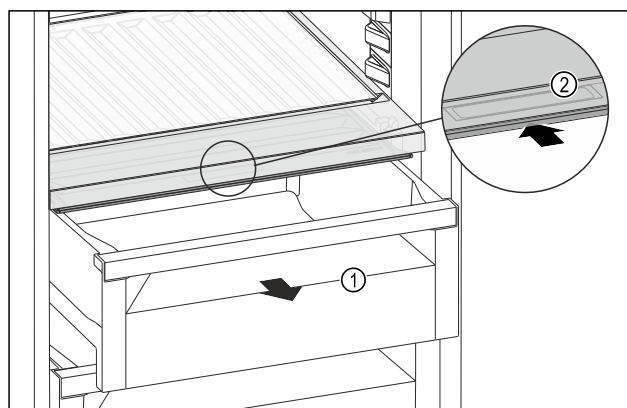

Fig. 156
- ▶ Zásuvku Fig. 156 (1) vytáhněte.
- ▶ Uchopte prohlubeň pro rukojeť Fig. 156 (2) na víku zásuvky a současně zasuňte víko zásuvky směrem dozadu.